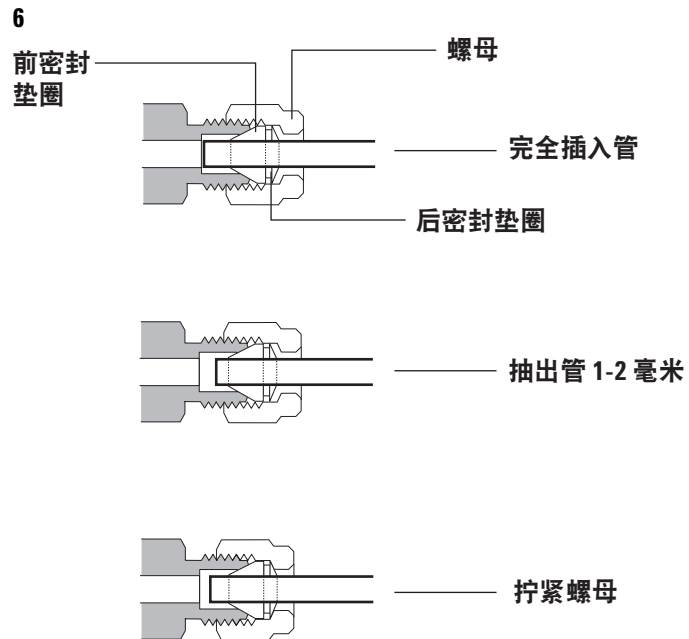

图 27 插入管线
- 5 将管线完全推入插头中，然后将其抽出大约 1 至 2 毫米（请参见图 27）。